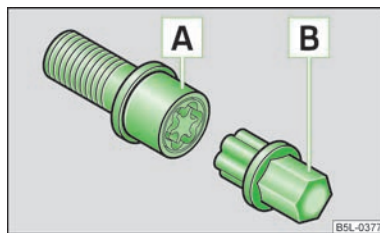

Fig. 112
- Stik adapterens **B** » Fig. 112 side med tænder helt ind i låseboltens **A** indvendige tænder, så det kun er den udvendige sekskant, der rager ud » Fig. 112.